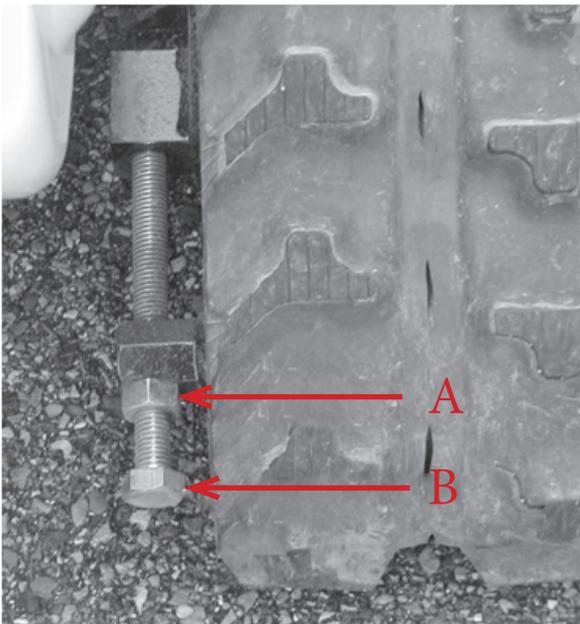

Bild 23
2. Lösen Sie die Mutter (Abb. A Bild 23).
4. Nach dem Einstellen die Sicherungsmutter wieder fest anziehen (A, Bild 23).